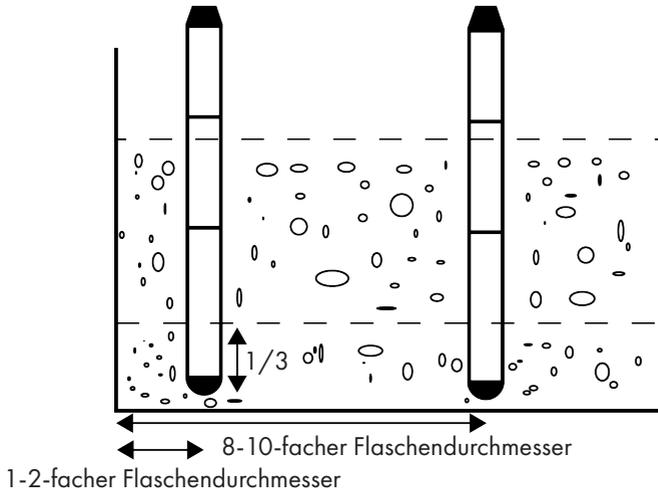

Abbildung 3
- Den flüssigen Beton in 30 bis 50 cm hohen Schichten auftragen und gleichmäßig verteilen. Die Rüttelflasche wird mehrmals mit einem Abstand von 8-10 fachen des Flaschendurchmessers senkrecht in den Beton eingetaucht. Um eine gute Verbindung zwischen den Schichten zu gewährleisten, die Rüttelflasche so tief eintauchen, dass 1/3 der Flasche in die bereits eingebrachte untere Schicht reicht. (Abb. 3)